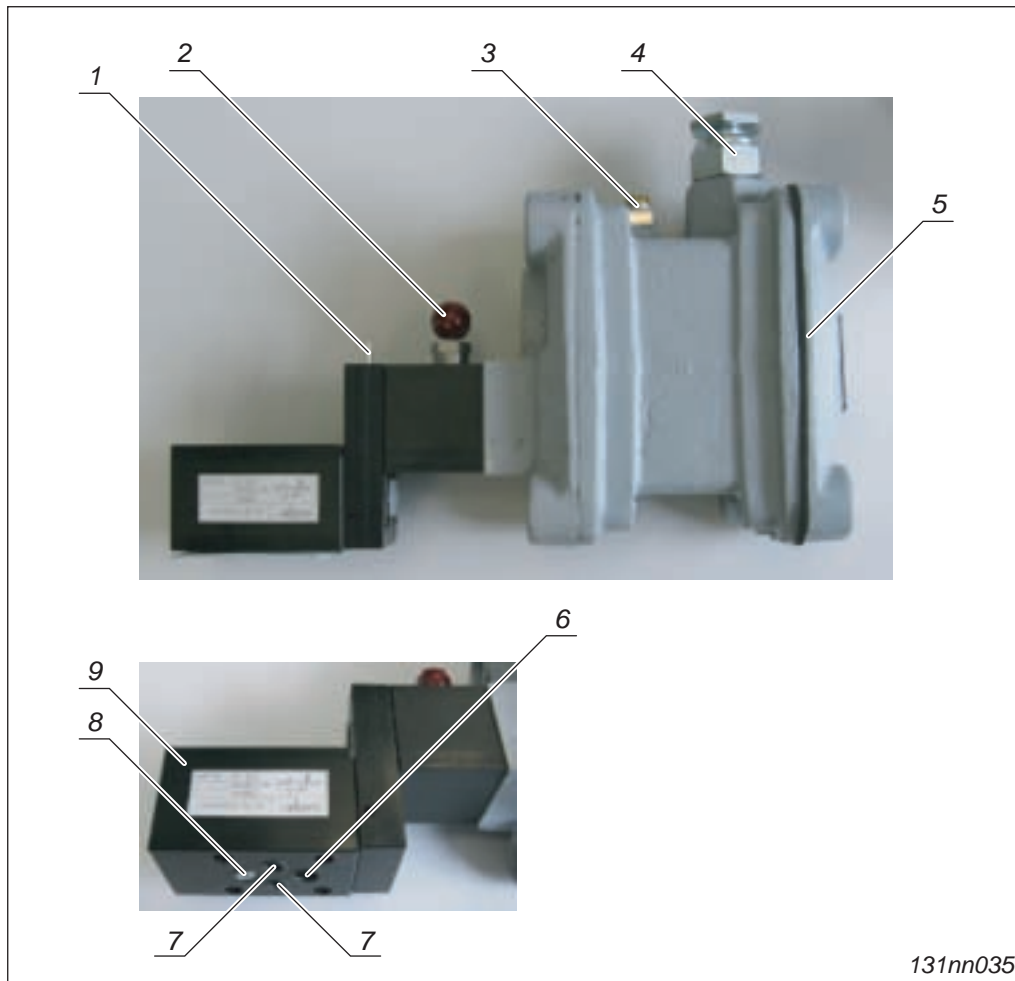

Fig. 3-12 Hochdruck Hauptsteuerventil
Hauptsteuerventile (→ Seite 3-40, Fig. 3-12) haben die Aufgabe, ein am Ventileingang anstehendes, gasförmiges oder flüssiges Medium bei einem Steuersignal zum Ventilausgang zu leiten. Das Steuersignal kann elektrisch oder vom Druckmedium (Gas, Druckluft, Öl) ausgelöst werden.
- C – durch Betätigen des Handhebels (→ Seite 3-40, Fig. 3-12, Pos.1)